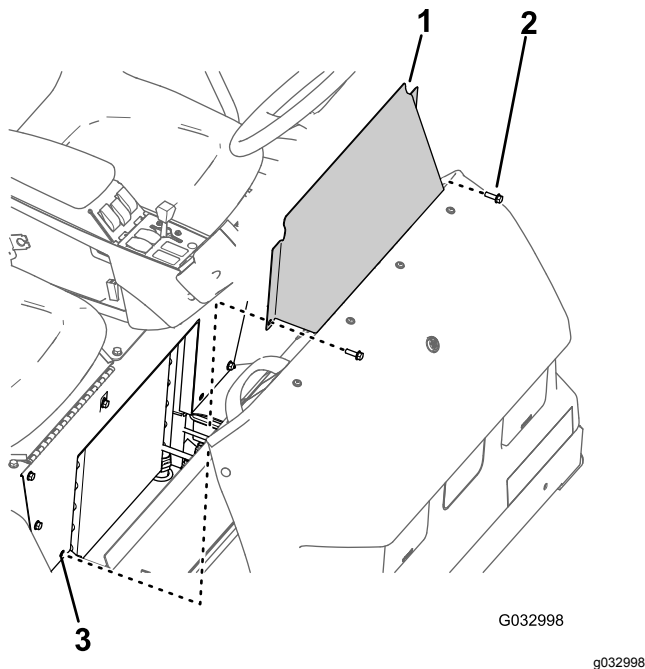

Figura 61
1. Rimuovete i 2 bulloni a testa flangiata che fissano il pannello di accesso alla base del sedile (Figura 61).
2. Rimuovete il pannello di accesso alla base del sedile dalla macchina (Figura 61).
1. Allineate i fori nel pannello di accesso alla base del sedile con i fori nella base del sedile (Figura 61).
2. Montate il pannello di accesso alla base del sedile sulla base del sedile con i 2 bulloni a testa flangiata (Figura 61) rimossi al passaggio 1 di Rimozione del pannello di accesso alla base del sedile (pagina 55).